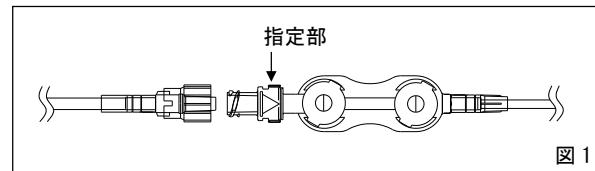

図1
- **(1) 逆止弁付の製品を使用する場合には、逆止弁の入口を上向きにし、穿刺部より高い位置にすること。[逆流が生じるおそれがある。]
**(2) 回転機能を有する逆止弁のメスコネクタにオスコネクタを接続する、又はチューブのねじれを修正する場合には、逆止弁の指定部を持つこと（図1）。[指定部以外を持った場合、部品の回転により十分なロックかん合ができるないおそれがある。]